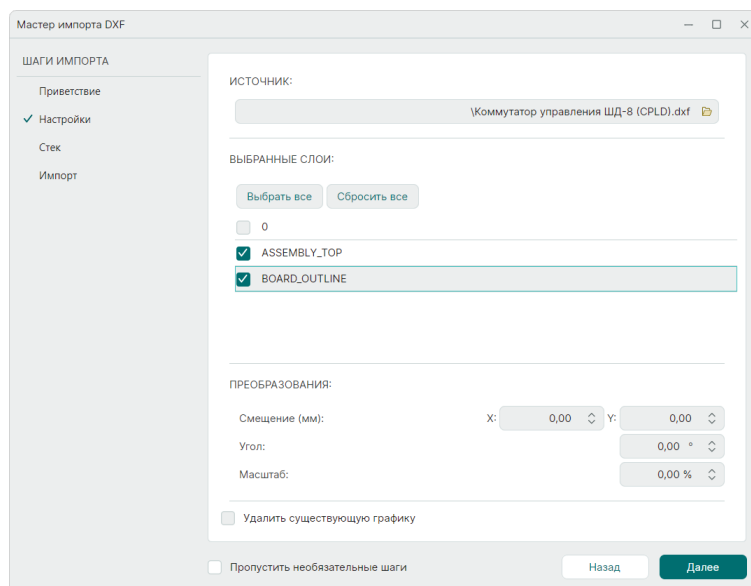

Рис. 66 Выбор слоев для импорта
5. Выберите необходимые для импорта слои в разделе «Выбранные слои», см. Рис. 66.